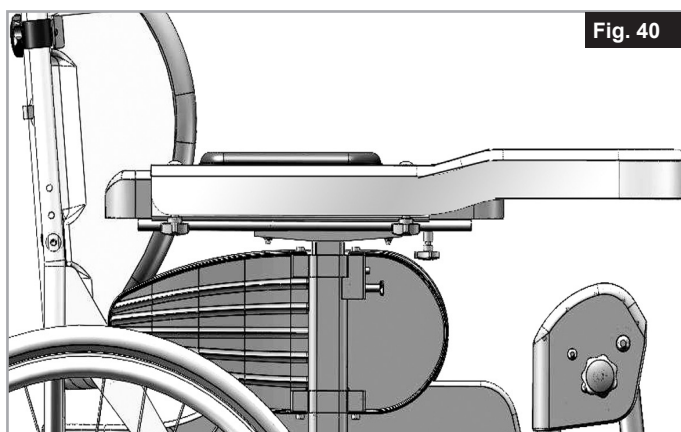

Fig. 40
**REMARQUE :** L'utilisateur doit être assis dans le fauteuil pendant cette opération, (Fig. 40).